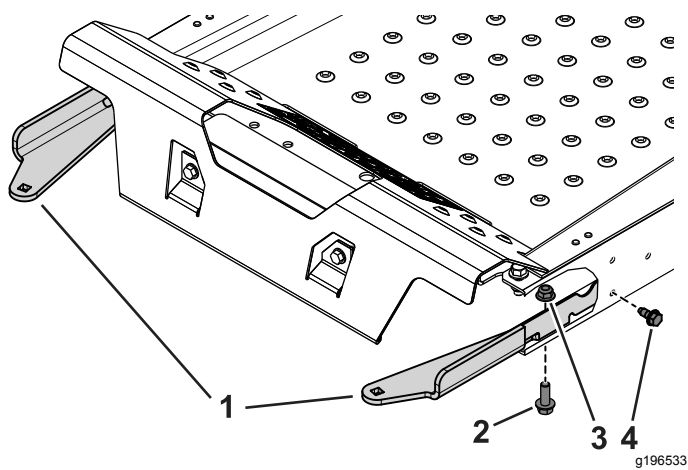

Figura 1
2. Utilize os 2 parafusos autorroscantes (5/16 x 3/4 pol.), 2 parafusos (3/8 x 1 1/4 pol.) e porcas flangeadas (3/8 pol.) para prender as montagens esquerda e direita do tabuleiro de pesos à máquina (Figura 1).